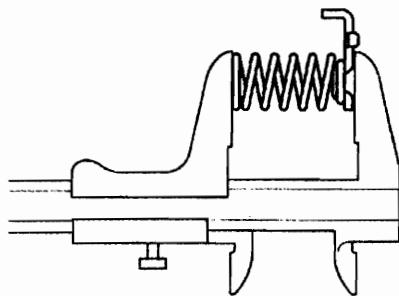
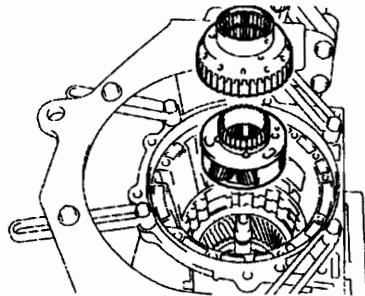

图 12-1-29
图 12-1-30
- (38) 检查 3 号制动活塞回位弹簧分总成。如图 12-1-29 所示, 用游标卡尺测量弹簧 (连同弹簧座) 的自由长度, 标准自由长度为 15.72mm。
- (39) 拆下前行星齿轮总成。
①如图 12-1-30 所示, 从变速器壳上拆下前行星齿轮总成和单向离合器内圈。